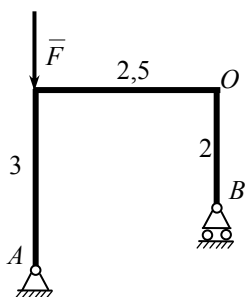

Рис. 47
23. Запишите 3-е уравнение равновесия твердого тела: условие равенства нулю суммы алгебраических моментов сил относительно точки B (рис. 47).
27^{мех}. Произведите перенос силы $\vec{F}$ параллельно самой себе в точку O (рис. 47).